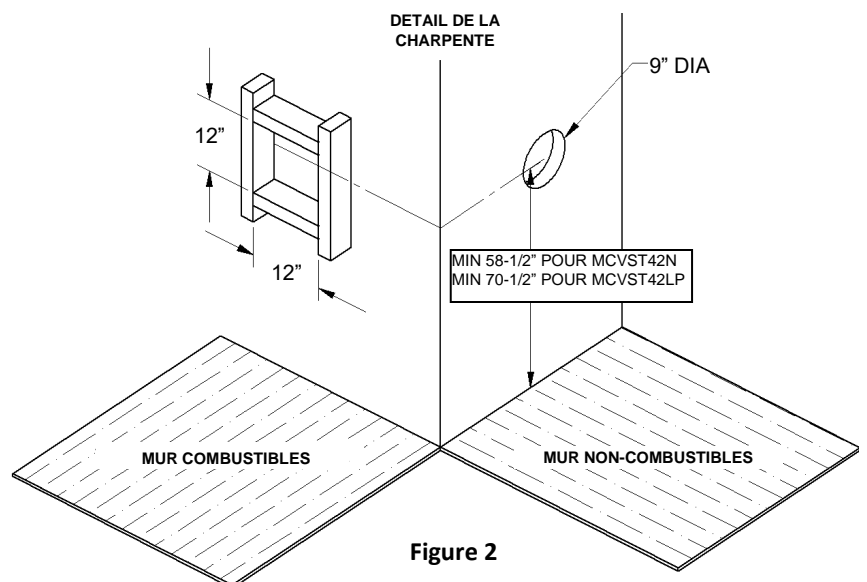

Figure 2
1. Pour déterminer la distance minimale entre le plancher du foyer et le centre de l'évent voir la page Comment encastrer votre foyer. Percez le mur en prévoyant un espace pour un manchon de 12po px12po (diamètre intérieur) pour les murs combustibles et un manchon de 9po de diamètre pour les murs non combustibles. (voir figure 2)
La longueur maximale est de 20p / 6.1m lorsque la longueur verticale est de 7pi / 2.1m (figure 2) N.B. : Pour chaque 12po de conduit horizontal il doit y avoir 1/4po de conduit vertical.